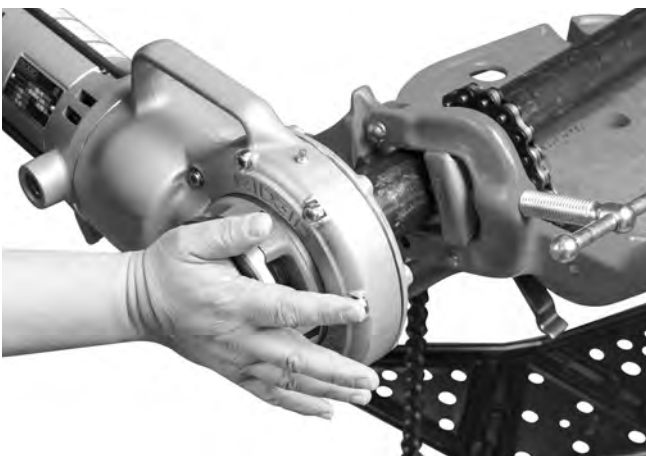

Figure 8 – Entamez le filetage
4. Pour entamer le filetage, appuyez simultanément sur l'interrupteur (*Figure 3*) et, avec la paume de l'autre main, sur la tête de filière (*Figure 8*). Ne jamais interposer un chiffon ou porter de gants ou de bijoux